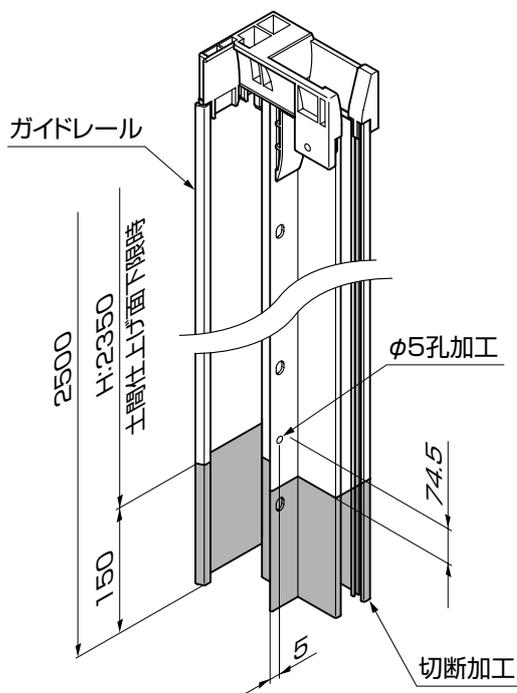
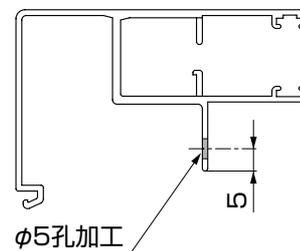

図5-2
図5-3
- ②外枠の垂直を出し、外枠内々寸法Aを確認した上で躯体に【25-11】で固定してください。(図5-2、図5-3参照)
①ガイドレールを施工現場の土間仕上げ面に合わせて、切断・孔あけ加工をしてください。(図5-2、図5-3参照)